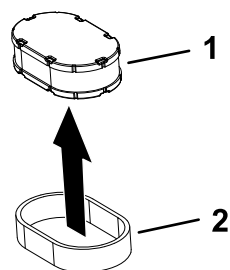

Figure 42
5. Séparez les éléments en mousse et en papier (Figure 42).